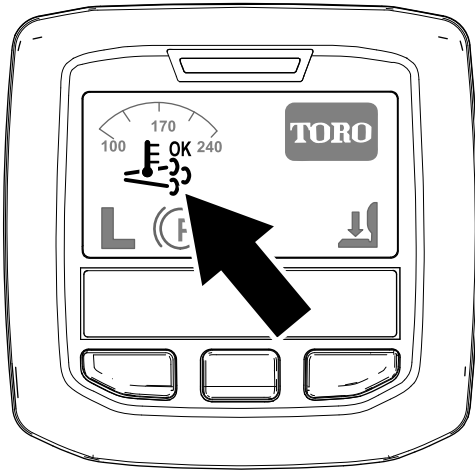

Bild 44
- Das Symbol für die unterstützte bzw. Zurücksetzen-Regenerierung im InfoCenter angezeigt (Bild 44).